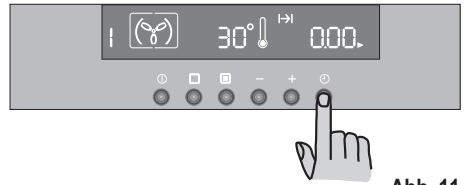

Abb. 11
- Die Taste  zum Aktivieren der Funktion drücken "Garzeit" (Abb. 11). Das Symbol "Garzeit"  blinkt und auf dem Display erscheinen die Zahlen "0.00".